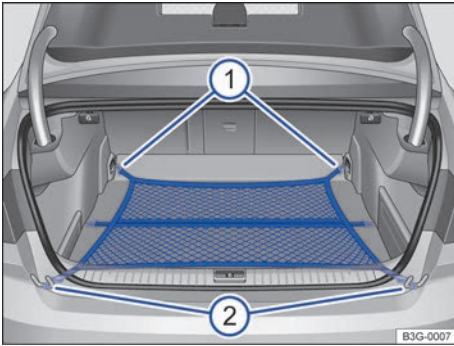

Fig. 249 En el maletero: bolsa de red enganchada a ras del piso.
- Fije los ganchos de la bolsa en las argollas de amarre situadas junto al respaldo trasero → fig. 249 ①. La cremallera de la bolsa tiene que quedar hacia arriba → ▲.
- Fije los ganchos del otro extremo de la bolsa en las argollas de amarre situadas junto al umbral de carga → fig. 249 ②.